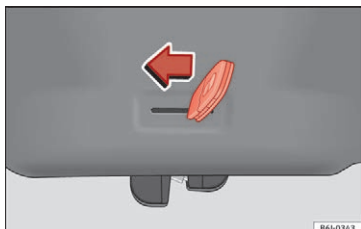

Fig. 7 Nødoplåsning af bagklap
- Sæt nøglen i slidsen, og lås låsesystemet op ved at bevæge nøglen fra højre mod venstre i pilens retning »» Fig. 7.